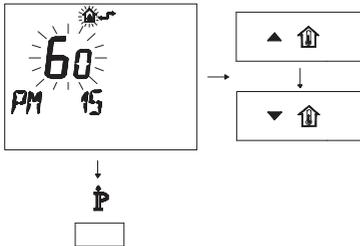

Figura 5.31
- Modifique el punto de consigna programado mediante los botones  $\blacktriangle$   $\uparrow$  o  $\blacktriangledown$   $\uparrow$  hasta que aparezca un **punto de consigna de 60**; espere hasta que el número programado comience a parpadear (Figura 5.31)